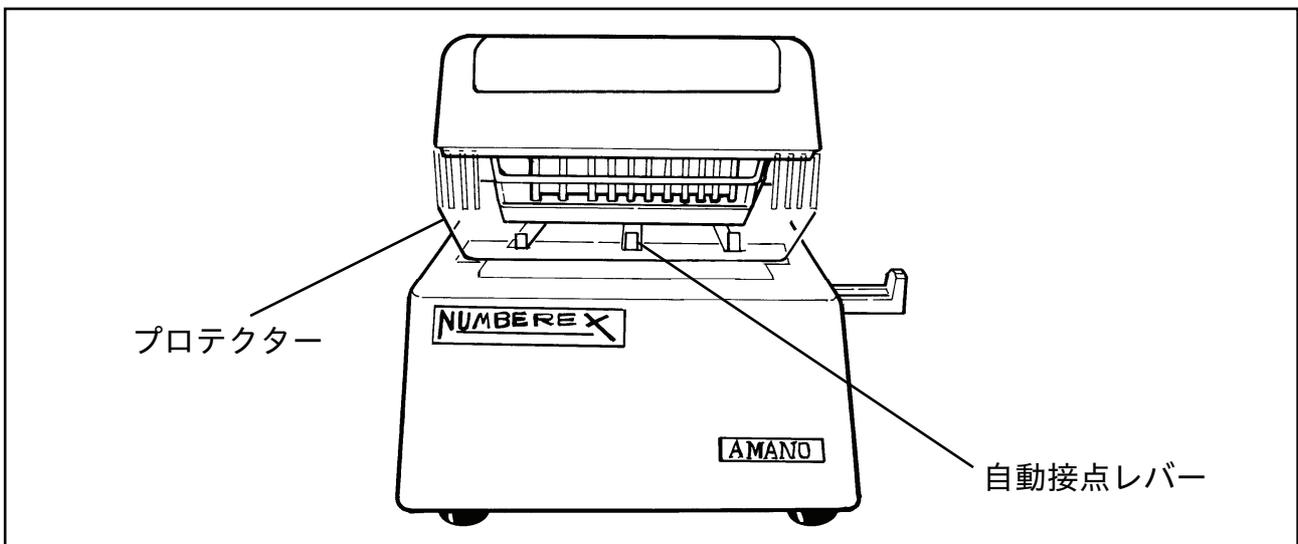

図 4
- (1) 電源プラグを交流 100 V，50 Hz または 60 Hz のコンセントに差し込みます。
- (2) 用紙をプロテクターの下に差し込み、用紙の上端が自動接点のレバーに触れると自動的に印字されます。(図 4 参照)
- (4) 印字回数カウンターはリセットボタンを押すと 0 復帰します。このカウンターは印字回数用ですので、必ずしも活字のナンバーとは一致しません。リセットボタン上部に突起があり、リセット誤作動を防止します。
- (5) 押しボタンスイッチで印字する時には、印字位置調整つまみを最奥部にセットします。この場合、自動接点レバー（7 ページ図 4 参照）は OFF になります。